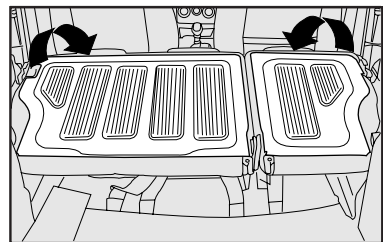

fig. 102
5) Incline hacia adelante el respaldo, haciendo pasar lateralmente los cinturones, hasta apoyarlos sobre el asiento trasero **fig. 102**.